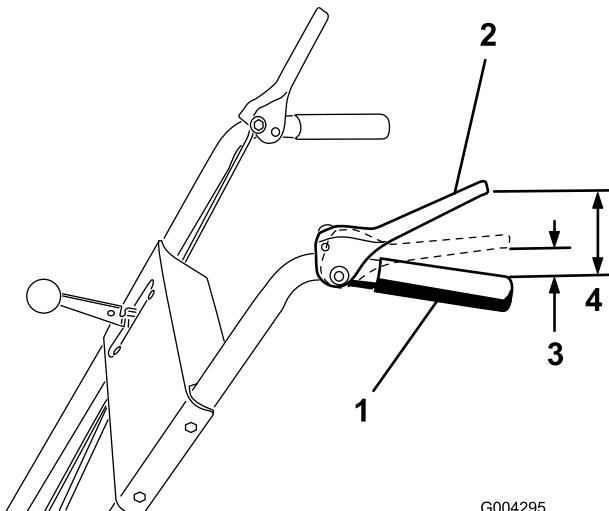

Рисунок 7
- Установите две гайки с буртиками, перемещая их вверх и вниз по штоку привода так, чтобы расстояние между верхом ручки для захвата и нижней частью рычага управления приводом составляло около 11,4 см, как показано на рисунке Рисунок 7.
- С помощью рычага переключения скоростей (Рисунок 7) включите третью скорость.
назад, когда расстояние между верхом ручки для захвата и нижней частью рычага управления приводом составляет от 2,5 до 5 см, как показано на рисунке Рисунок 7.